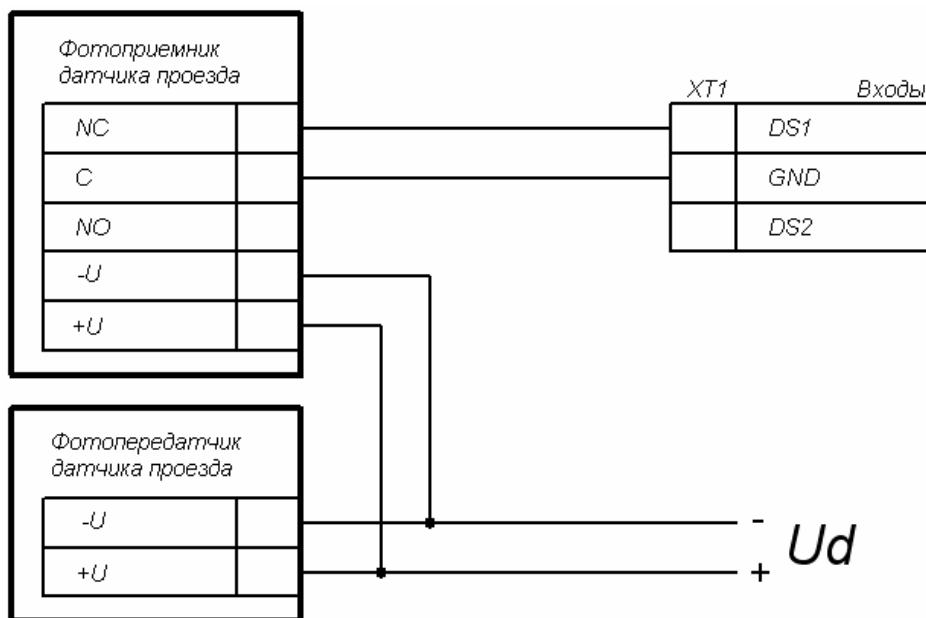

Рисунок 12. Схема подключения датчиков проезда
5. Подключите датчик проезда к клеммной колодке **XT1** платы контроллера согласно схеме, представленной на рис. 12. При подключении нескольких датчиков их выходы включаются последовательно.